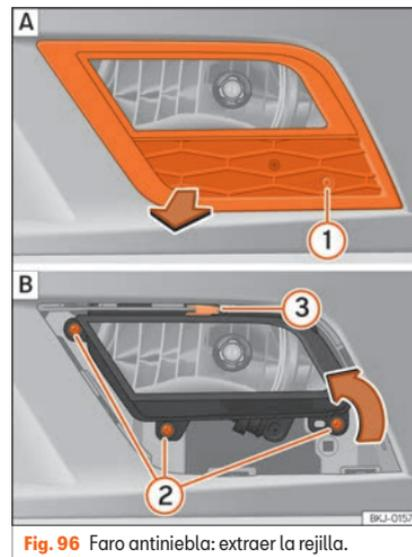
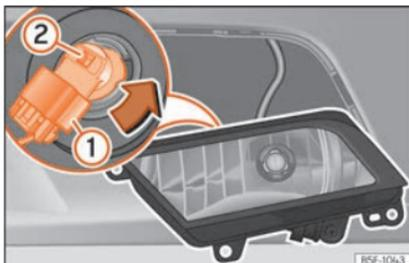

Fig. 96 Faro antiniebla: extraer la rejilla.
Fig. 97 Faro antiniebla: desmontar el portalámparas.
- Retire el tornillo »» fig. 96 ① de la rejilla del faro antiniebla utilizando un destornillador.
- Retire los 3 tornillos ②.
- Retire la grapa metálica situada en la parte superior del faro antiniebla tirando hacia el exterior del vehículo ③ y extraiga el faro antiniebla.
- Extraiga el conector »» fig. 97 ① de la lámpara.
- Gire el portalámparas »» fig. 97 ② hacia la izquierda y tire.